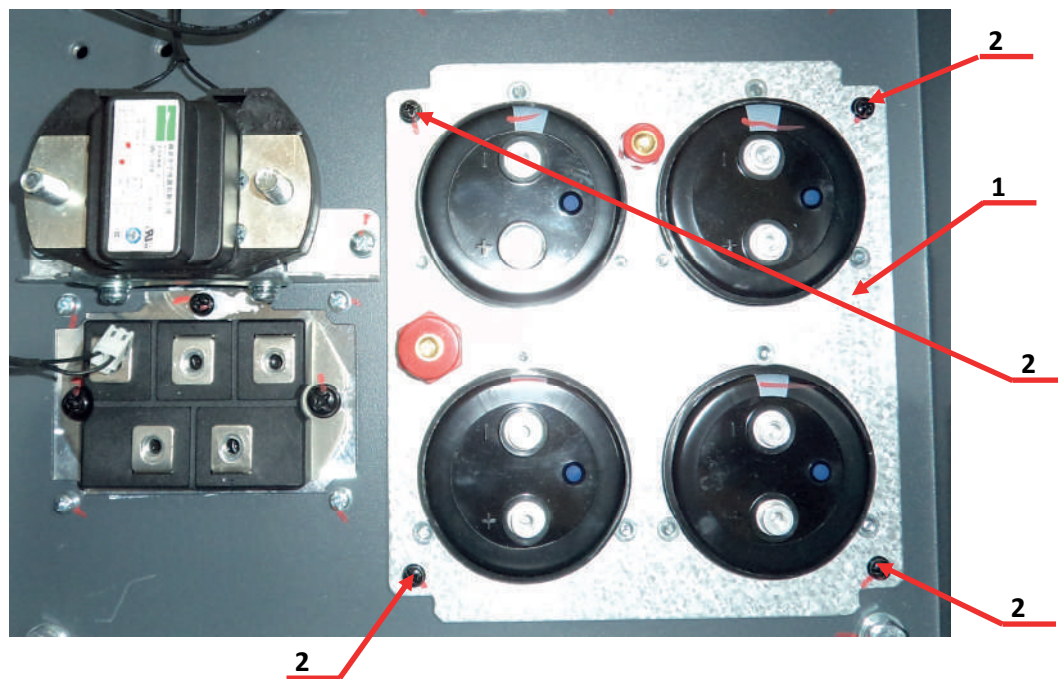

Рис.7.10
- 7.4.1. Установить блок конденсаторов поз.1 на штатное место в корпус преобразователя частоты. Закрепить его винтами поз.2 (рис. 7.10).